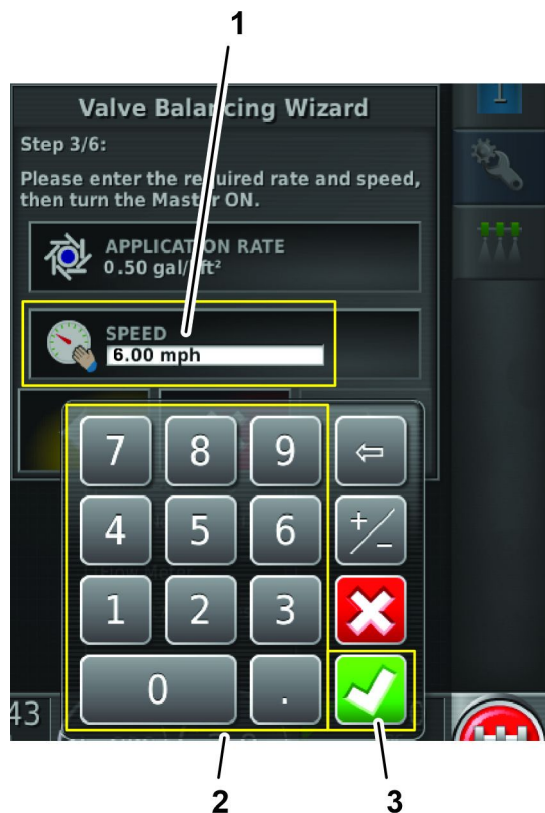

Bild 138
7. Geben Sie die Fahrgeschwindigkeit, mit der Sie sprühen, mit der numerischen Bildschirmtastatur ein und tippen Sie auf das Bestätigen-Symbol (Bild 138).